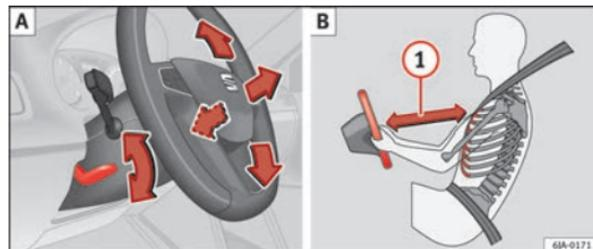

Fig. 100 Volant réglable : levier sous la colonne de direction/distance sûre par rapport au volant
- Respectez une distance minimale de 25 cm entre le volant et votre cage thoracique ① ⇒ fig. 100 ② ⇒ page 145. Si cette distance minimale n'est pas respectée, le système d'airbag ne pourra pas remplir sa fonction de protection – danger de mort lors de son activation !
- Tirez vers le bas le levier situé sous le volant ⇒ fig. 100 [A].